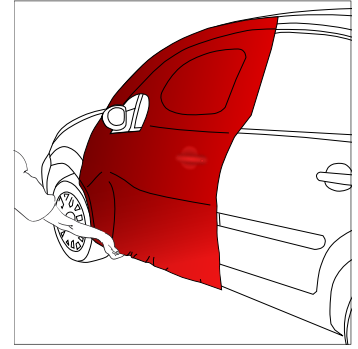

Figure 23
- › Une fois le passage des poignées fait, tendre le film jusqu'au bas de caisse. (FIG. 23)